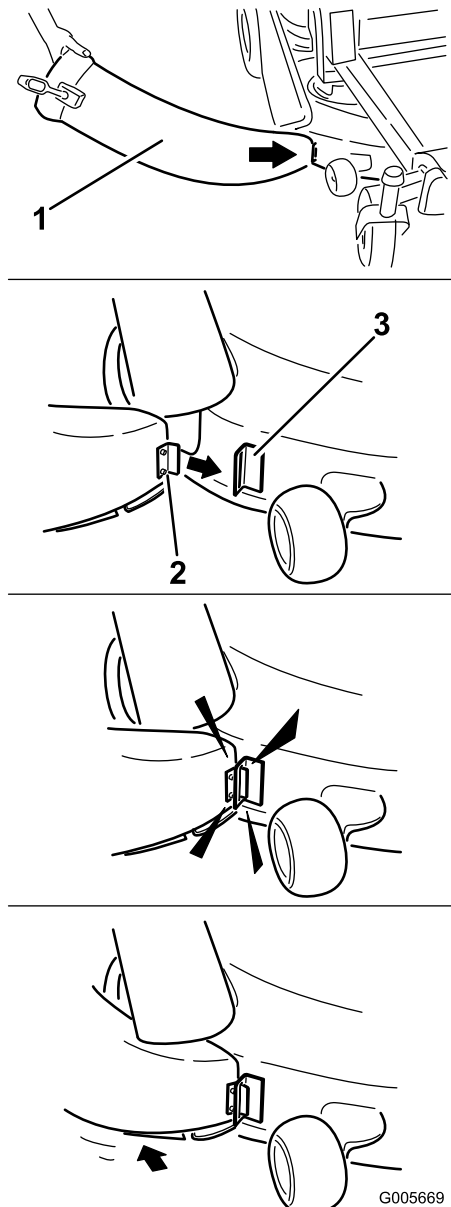

Figura 11
4. Inserite ad angolo la linguetta metallica sul frontale della guida di scarico nell'apertura prevista nella staffa saldata sul piatto di taglio, davanti al deflettore di scarico (Figura 11).
5. Girate indietro la guida di scarico verso il piatto di taglio in modo che sia a paro con quest'ultimo (Figura 11).